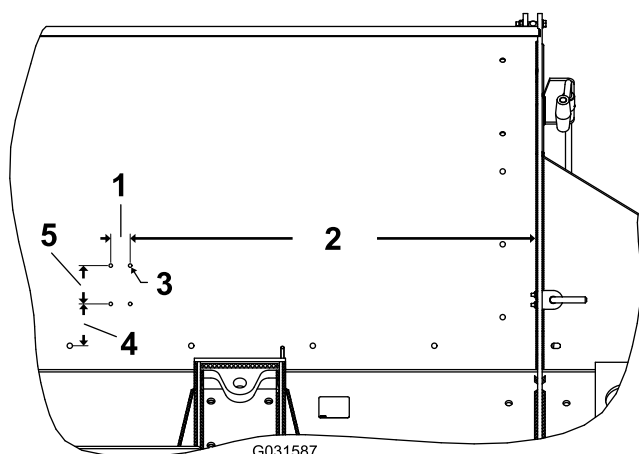

Figure 18
1. Percez 4 trous de fixation (7 mm) sur le côté de la trémie. Reportez-vous à la Figure 18 pour les dimensions de perçage.